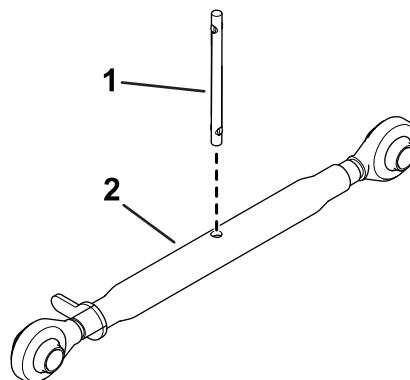

Figura 6
1. Instale la varilla en el brazo superior (Figura 6).